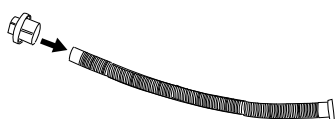
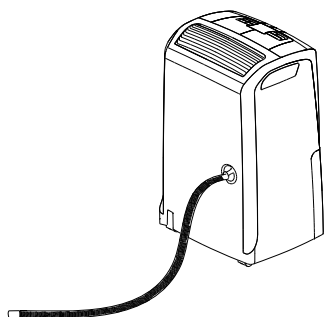

fig. 3
fig. 4
- 2) Introduza o tampão de protecção **1** no tubo de descarga de condensação (8) inserindo-o até ao fundo (fig. 3) e, depois, volte a apertar completamente o tampão de protecção no bico (fig. 4).